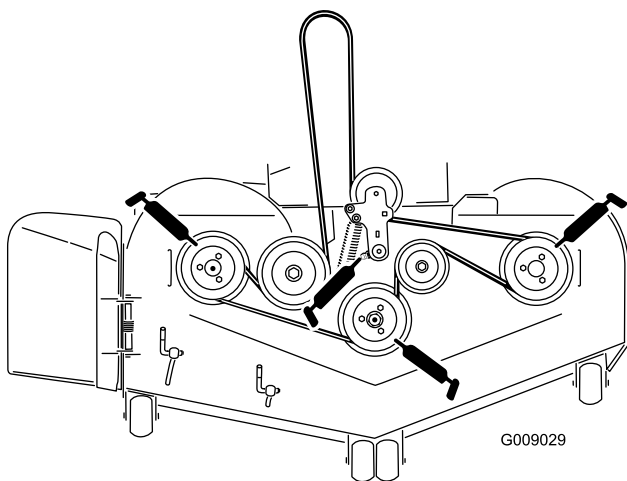

Figura 42
3. Engrase el pivote de la polea tensora de la plataforma del cortacésped hasta que salga grasa por el extremo inferior (Figura 42).
4. Engrase los puntos de engrase de los cojinetes de los 3 ejes hasta que salga grasa del extremo inferior (Figura 42).
5. Engrase el brazo tensor de la correa de transmisión (Figura 42).